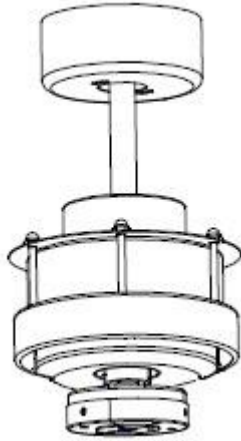

Fig. 4
- Σηκώστε το ‘σώμα’ του ανεμιστήρα πάνω στον βραχίονα υποστήριξης. Fig.4